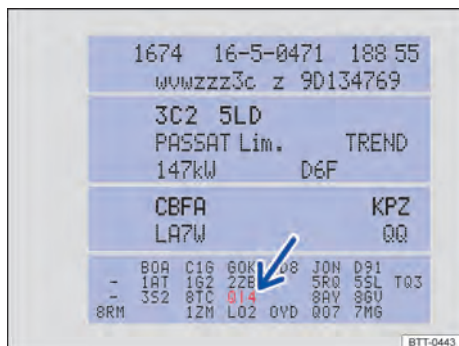

Fig. 284 Etiqueta de dados do veículo com número PR do respectivo serviço (Representação esquemática).
- No número PR da etiqueta de dados do veículo → Fig. 284 (seta) → Página 390.